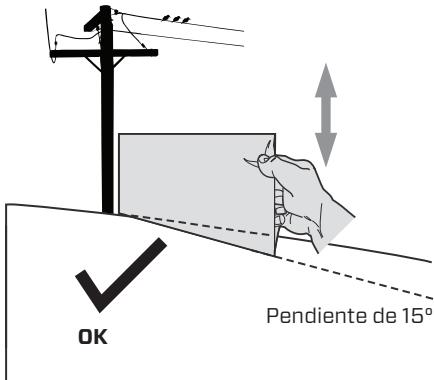
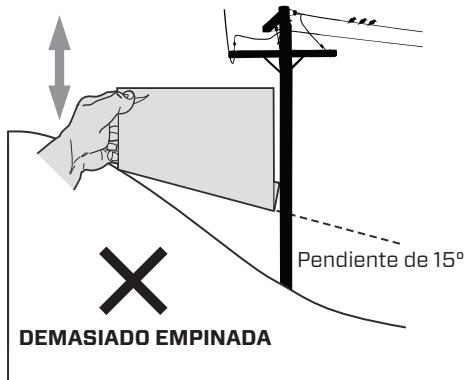

Figura 1
Figura 2
3. Alinee cualquier lado del indicador de pendiente con el objeto (consulte la Figura 1 y la Figura 2).
4. Ajuste el medidor hacia arriba o hacia abajo hasta que la esquina izquierda toque la pendiente (consulte la Figura 1 y la Figura 2).
5. Si hay un espacio debajo del indicador, la pendiente es demasiado empinada para una operación segura (consulte la Figura 2 arriba).